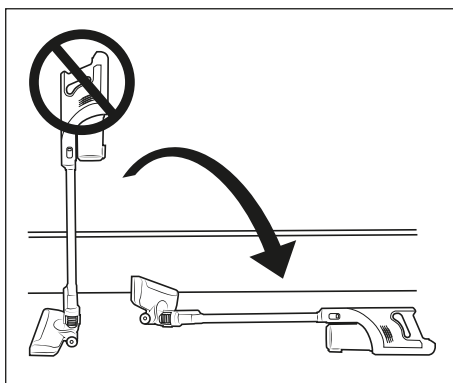

Fig. 9
- ▶ No deje la aspiradora en posición vertical cuando interrumpa el funcionamiento o quiera dejar de agarrarla, sino colóquela en el soporte mural **18** o póngala en el suelo en posición horizontal (consulte la fig. 9 y la 10). De lo contrario, podría caerse y dañarse, así como potencialmente dañar otros objetos con su caída.